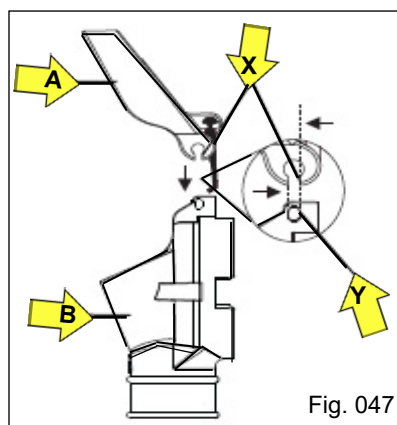

Fig. 047
a) Incline a tampa do bocal "A" de forma que a mesma fique alinhada com a face plana do canal oblongo "X", direcionando ao encaixe "Y" do pino do bocal (Fig. 047);